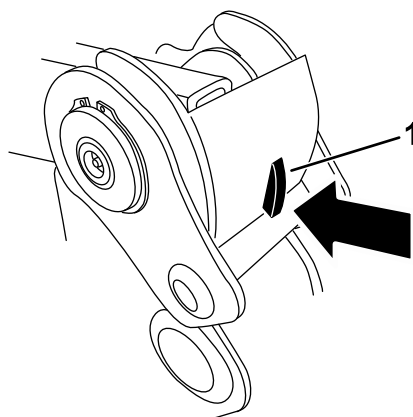

Figura 47
3. Premete verso il basso il dispositivo di chiusura su ciascun fermo del braccio di caricamento e sollevate i fermi per sbloccare i bracci di caricamento dalla macchina (Figura 47).